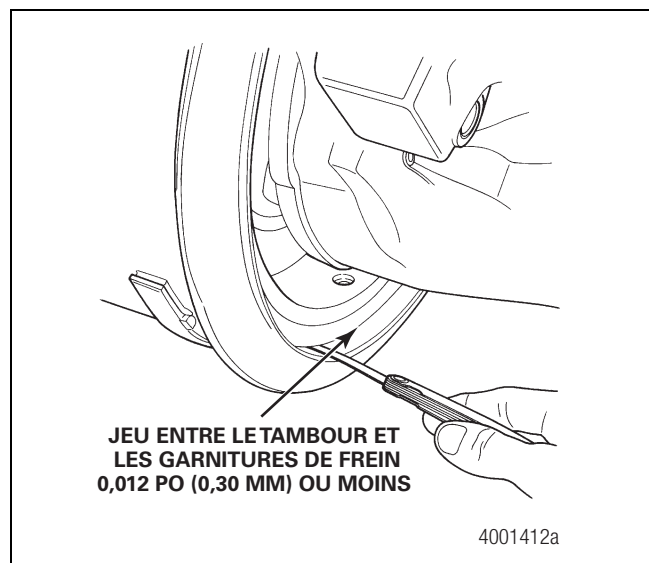

Figure 5.28
4. Utiliser une cale d'épaisseur pour mesurer le jeu entre les garnitures de frein et le tambour. Figure 5.28.